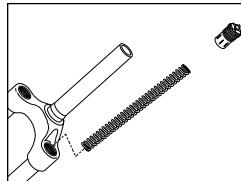

Fig. 4
- Rimuovere i gruppi elastici (Fig. 4).